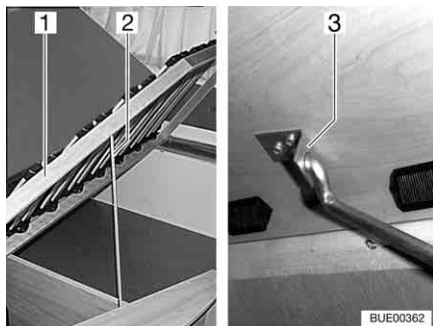

Fig. 86 Letto fisso
- Sollevare il telaio portamaterasso (Fig. 86,1), allentare la guida (Fig. 86,2) dal suo ancoraggio e inserirla nel foro del supporto (Fig. 86,3).
- Sollevare il telaio portamaterasso (Fig. 86,1), allentare la guida (Fig. 86,2) dal supporto (Fig. 86,3) e incastrarla nell'ancoraggio.